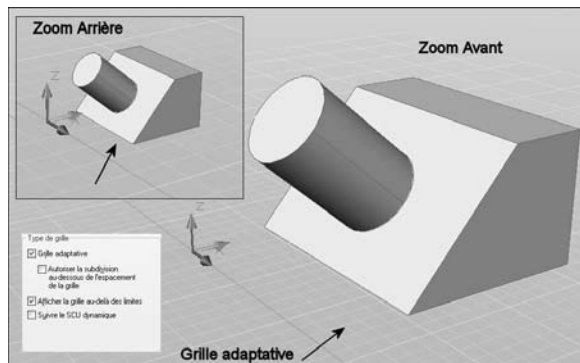

Fig.15.31
- **Grille adaptative** (Adaptive grid) : limite la densité de la grille lors d'un zoom arrière ou augmente la densité lors d'un zoom avant (fig.15.31).